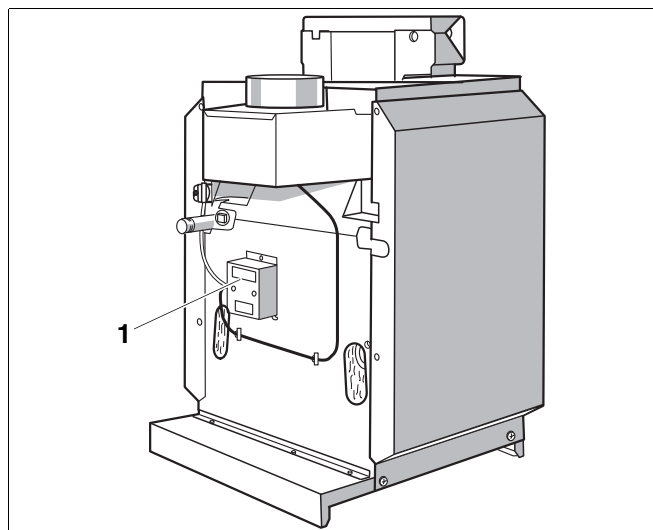

Рис. 21 Расположение блока управления на Logano G334 WS
- Закрепите двумя прилагаемыми винтами блок управления (Рис. 21, поз. 1) системы контроля дымовых газов.